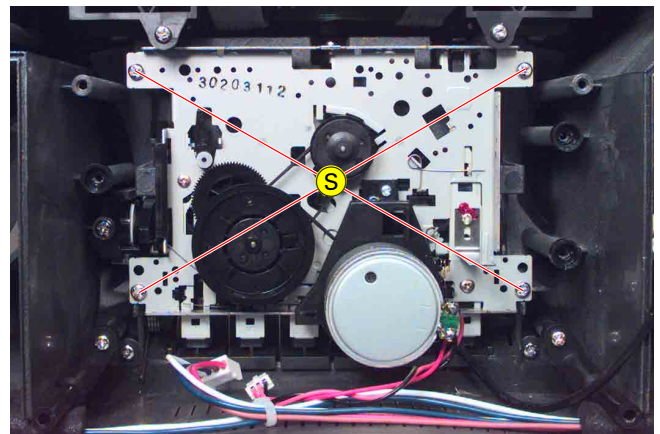

Fig. 13
- 4 Schrauben (S) (Fig. 13) herausschrauben.
- Undo 4 screws (S) (Fig. 13).